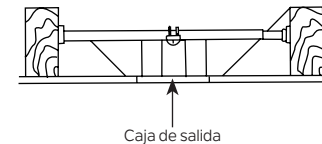

Figura 3
**NOTA:** Dependiendo de la ubicación que haya seleccionado para la instalación, es posible que deba comprar e instalar un “colgador de viguetas” para el soporte de la caja de salida. Asegúrese de que el colgador de viguetas que compre haya sido diseñado para usarse con ventiladores de techo. (Figura 3)